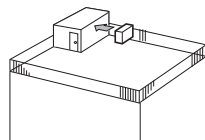

Fig. 2-3
(1) Positionnez la sortie d'air vers le mur le plus proche et à 35 cm de celui-ci. (Fig. 2-3)